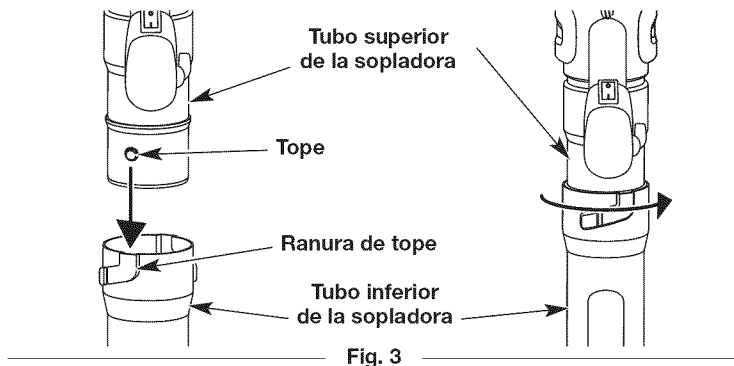

Fig. 3
1. Alinee el tope del tubo superior de la sopladora con la ranura del tope en el tubo inferior de la sopladora (Fig. 3).
2. Inserte el tubo superior de la sopladora en el tubo inferior de la misma (Fig. 3).
3. Mientras sostiene el tubo superior de la sopladora, gire su tubo inferior hacia la derecha hasta que trabaje en su sitio (Fig. 3).